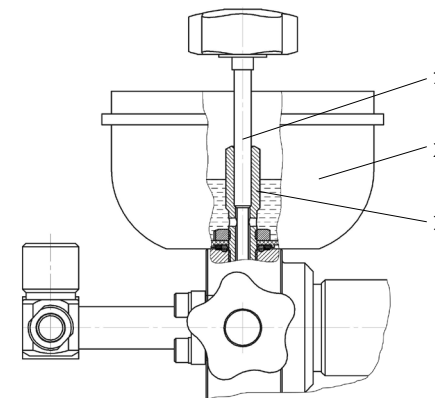

Рис. 3. Вид сбоку
6.4 Заверните иглу вентиль сброса давления 1 (Рис. 3) в резьбовую втулку 3 стакана 2 до упора, не прилагая больших усилий.
6.7 Вращением *штурвала 9* по часовой стрелке переместите ходовой винт 11 до упора вперед, затем вращением против часовой стрелки переместите ходовой винт до упора назад. Прокачайте рабочую жидкость в системе до тех пор пока не прекратится появление пузырьков воздуха из отверстий *штулки 3* (Рис. 3) стакана.